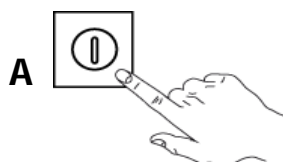

Fig.27
- 4- Fermer la porte et appuyer sur le bouton "A" pour allumer la machine comme indiqué par le voyant lumineux "C". (Fig.27)